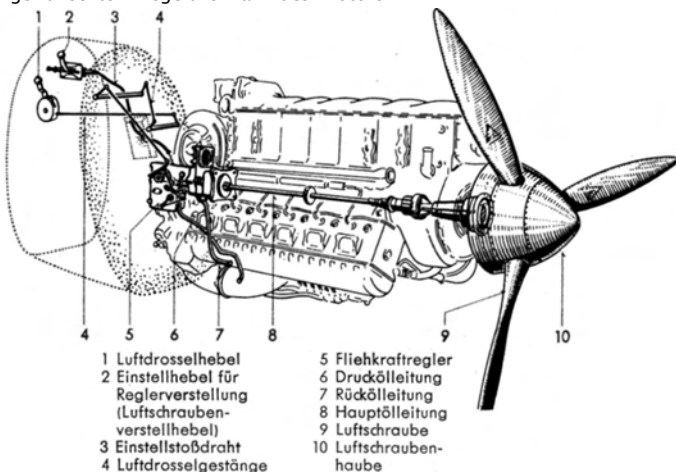

Abb. 2 Druckölgesteuerte Luftschaubenverstellung
Zum Einbau gelangt eine dreiflügelige Junkers-Verstell-Luftschaube „VS5“ mit einem Durchmesser von 3,4 m. Innerhalb des Verstellbereiches von Anschlag „kleinste Steigung“ [Startstellung] bis zum Anschlag „größte Steigung“ (Reisestellung) wird der Luftschaubenregler zwangsläufig auf die der jeweiligen Luftdrosselstellung entsprechende Motordrehzahl eingestellt. Den Schwankungen um die jeweilige Solldrehzahl in den verschiedenen Betriebs- bzw. Flugzuständen paßt sich die Luftschaube durch Steigungsänderung infolge Ölumsteuerung des Fliehkraftreglers an. Die Übersicht der Anlage dieser Luftschaubenverstellung ist aus der Abb. 2 zu ersehen. Mittels einer vom Flugmotor angetriebenen Druckölpumpe wird über den Steuerschieber eines Fliehkraftreglers (5) das Drucköl in einer Hauptölleitung (8) zum Ölmotor der Verstell-Luftschaube (9) geleitet. Die Verstellung erfolgt in der Weise, daß der Ölmotor, je nach Einstellung rechts oder links umlaufend, die Luftschaubenblätter sinn gemäß verstellt. Die Einstellung des Reglers (5) erfolgt durch den Luftschaubenverstellhebel (2) oder Luftdrosselhebel (1), entsprechend der gewünschten Regeldrehzahl des Motors.